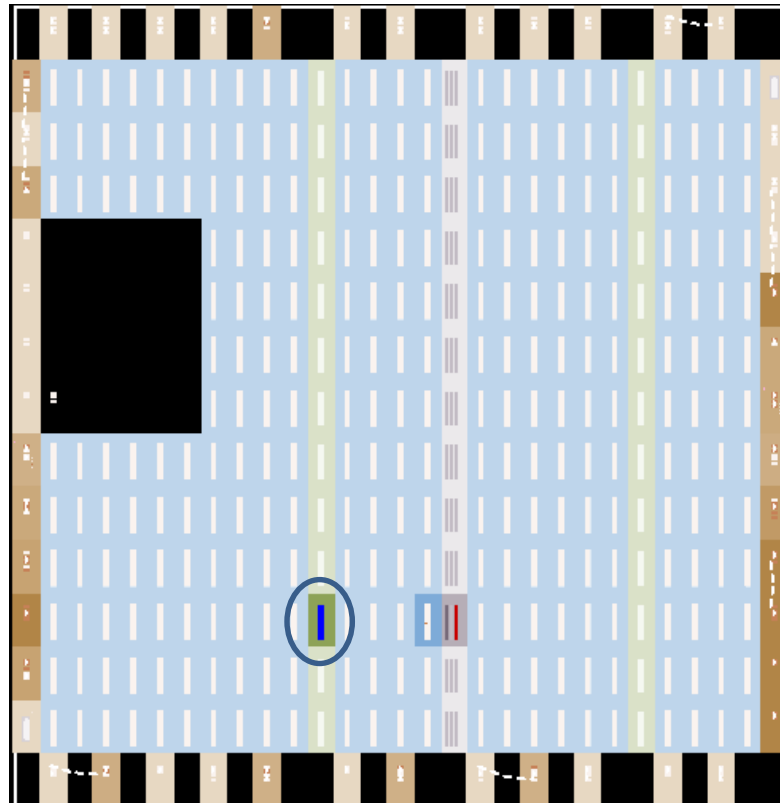

Рисунок 50. Розташування блоку ram
5.2. У вікні редактора топології кристала **Chip Planner** виберіть кнопку  (в панелі інструментів) і за допомогою правої клавіші миші зменште масштаб зображення в кілька разів (рис. 50).